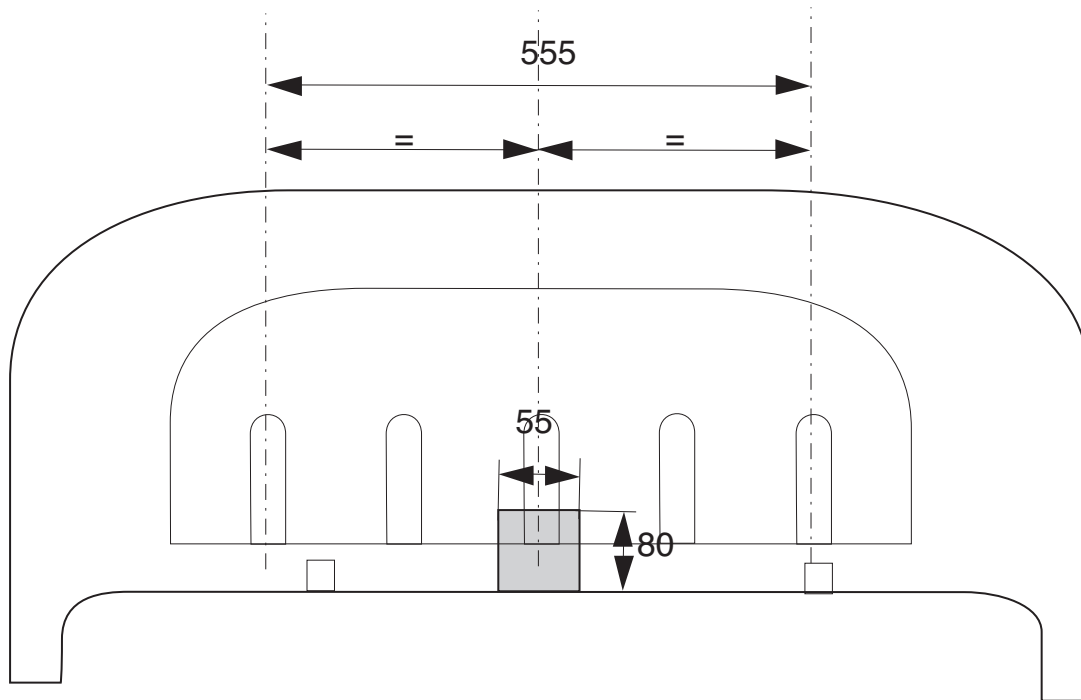

Fig. 1
1. **Pour le type 2004->:** Scier au milieu de la face inférieure du pare-chocs et du spoiler un morceau de 55 mm de large et 80 mm de profondeur. (fig.1)
1. **För typen 2004-> gäller:** Såga ut en del på 55 mm bred och 80 mm djup ur mitten av stötfångarens och spoilern undersida. (fig.1)
1. **For typen 2004-> gælder:** Sav midt på kofangerens og spoileren underside en del på 55 mm bredde og 80 mm dybde ud. (fig.1) Fjern slæbeøjeboltene i højre side på chassisets inderside (tre bolte); slæbeøjet skal ikke fjernes. De demonterede bolte anvendes ikke længere.
1. **Válido para el tipo 2004->:** Serrar y sacar del centro del lado inferior del parachoques y del espóiler una parte de 55 mm de ancho y 80 mm de profundidad. (fig.1)
1. **Per la versione 2004-> vale:** Segare via dalla parte centrale inferiore del paraurti e dallo spoiler un pezzo largo 55 mm e profondo 80 mm. (fig.1)
1. **Dla typu 2004-> obowiązuje:** Wypilować w środkowej części od spodu zderzaka i spojlera odcinek szerokości 55 mm i 80 mm w głąb. (fig.1)